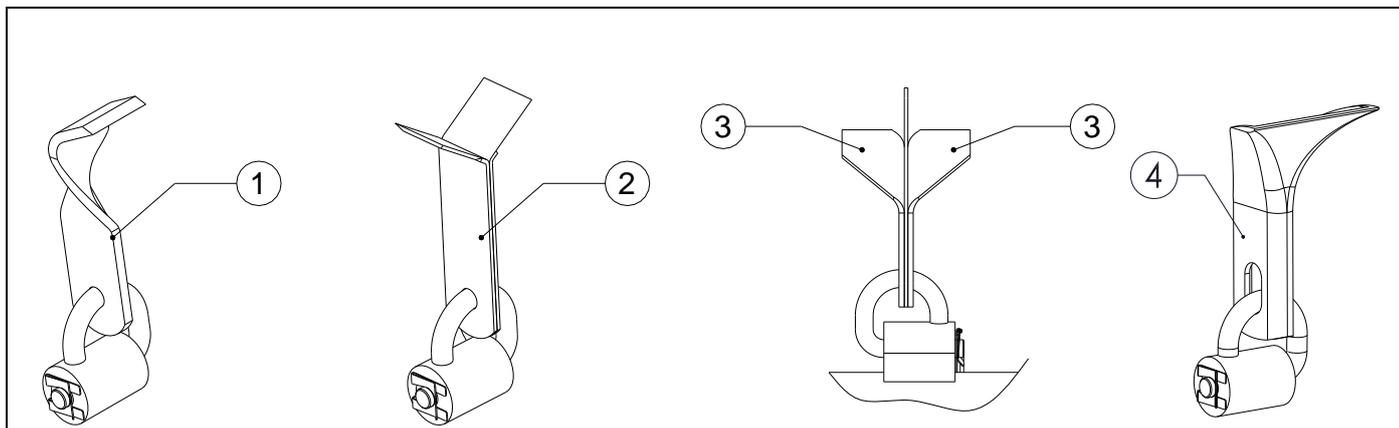

Fig.17
As lâminas de escarificação têm de ser sempre usadas com as lâminas foliares (3) para uma boa recolha de matéria. (Veja fig. 17)
A Turf Tidy também pode ser usada para cortar bermas, para a aplicação há dois tipos disponíveis. (Veja fig. 17)